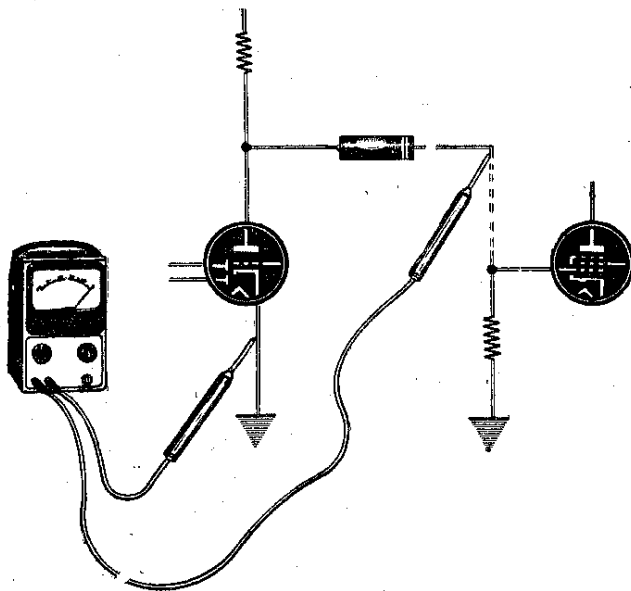

Fig. 41
**68** Sulla griglia controllo non deve esistere la sia pur minima tensione positiva. Accertandone l'esistenza, procederemo al distacco del condensatore d'accoppiamento tra placca della valvola preamplificatrice di bassa frequenza e griglia della valvola finale, controllando — mediante un voltmetro — se questo condensatore sia in perdita (risulterà in perdita qualora il voltmetro segnali il sia pur minimo valore di tensione), nel qual caso procederemo alla sua sostituzione (fig. 41).